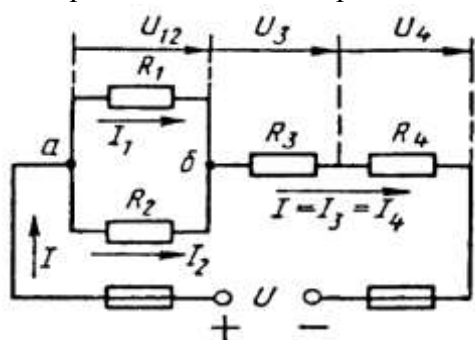

Рис. 1
Условие задачи. Цепь постоянного тока со смешанным соединением состоит из четырех резисторов. Заданы схема цепи (рис. 1), значения сопротивлений резисторов:
2) обозначим токи I_1, I_2, I_3, I_4 на (рис. 1) стрелками и определим их значения из формулы мощности:
Формулировка закона: алгебраическая сумма токов в узловой точке равна нулю. Математическая запись для узла б схемы цепи рисунок 1:
В замкнутом контуре (рис. 1) приложенное напряжение U (аналогично ЭДС при внутреннем сопротивлении источника тока, равному нулю) и падения напряжения
Для схемы цепи (рис. 1) $P = P_1 + P_2 + P_3 + P_4$: так как $P = I^2 \cdot R$ или